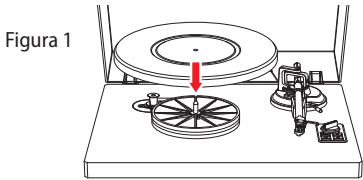

Figura 1
4. Monta con attenzione il piatto principale sopra al sottopiatto (Figura 1).